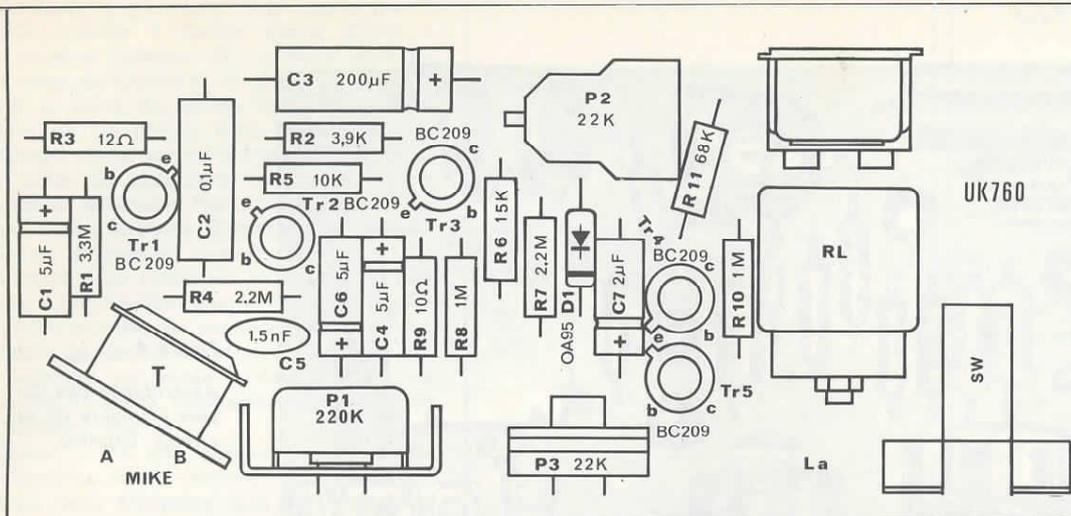
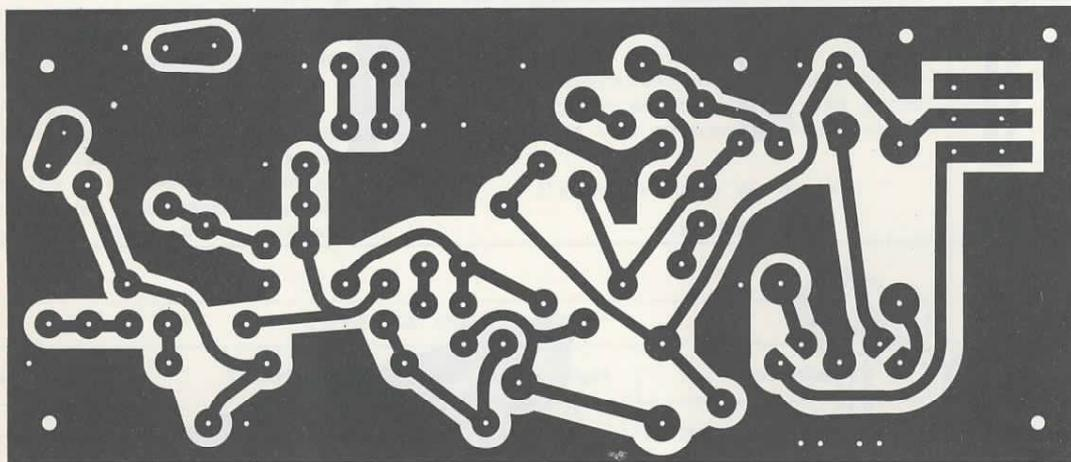
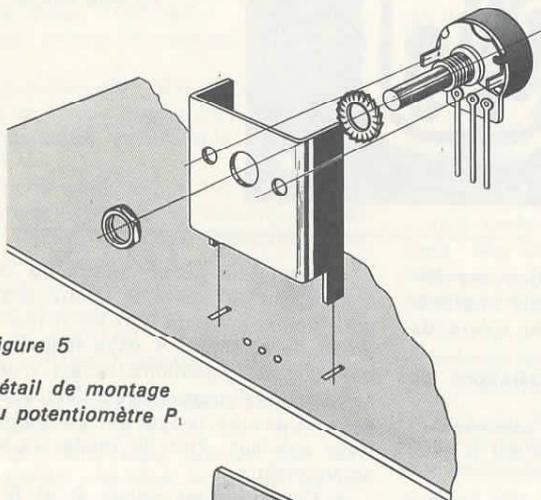

Figure 2
Figure 3
Figure 5
La figure 2 indique la disposition des différents composants sur le circuit imprimé. La figure 3 donne la gravure du cuivre de ce même circuit imprimé.
- Monter le potentiomètre P3 de 22 kΩ comme sur la figure 3 tandis que pour le potentiomètre P1 de 220 kΩ il faut suivre le détail de la figure 5 dans lequel on remarque que le potentiomètre est d'abord fixé sur l'équerre-support avec l'écrou et la rondelle et ensuite le tout est introduit dans les trous spéciaux. Puis on soude les bornes du potentiomètre.